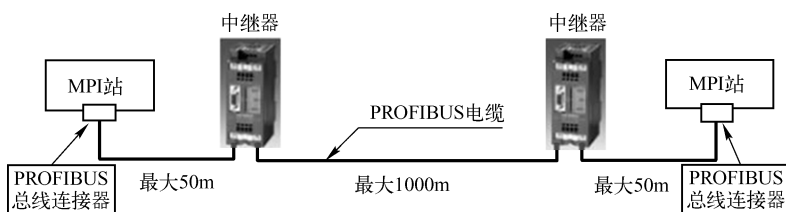

图 8-15 MPI 通信（带中继器）
- 最大连接距离为 50 m（2 个相邻节点之间），有两个中继器时为 1100 m，如图 8-15 所